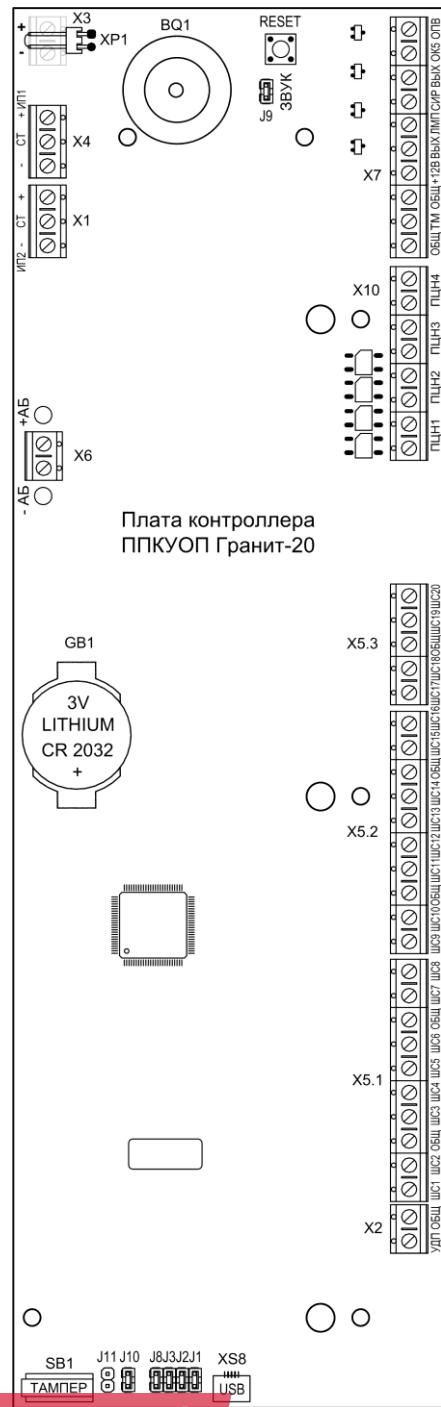
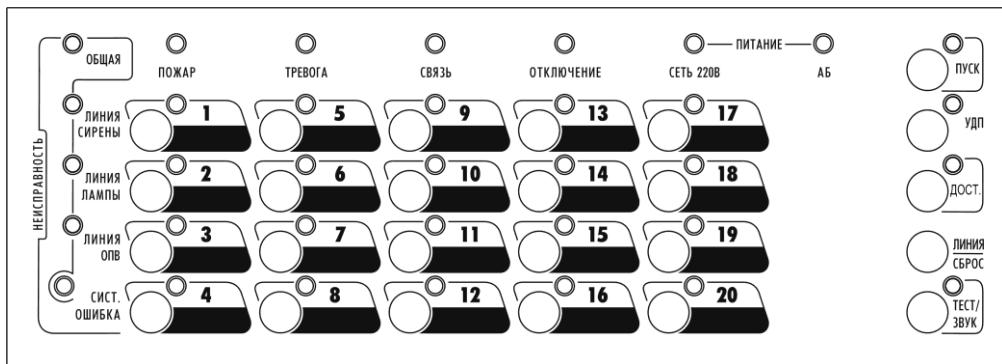

Рис.1 Плата контроллера прибора
Рис.2 Панель индикации и управления ППКУОП Гранит-20
Конструктивно прибор состоит из корпуса (основания) и съёмной крышки. В корпусе расположены: плата контроллера (см. рис.1) с установленной на ней платой индикации и плата источника питания. На плате индикации установлена панель индикации и управления прибора (см. рис.2). В корпусе прибора также предусмотрен отсек для размещения аккумуляторной батареи.
На плате источника питания прибора (расположена под платой контроллера, на рис.1 не показана) расположен клеммник «220В», предназначенный для подключения прибора к сети 220 В и установлен самовосстанавливающийся предохранитель, который не требует замены после срабатывания.
3.1 На плате контроллера прибора (рис.1) расположены:
На плате источника питания (расположена под платой контроллера, на рис.1 не показана) расположен клеммник «220В», предназначенный для подключения прибора к сети 220 В.
3.2 На панель индикации и управления прибора (см. рис.2) выведены: